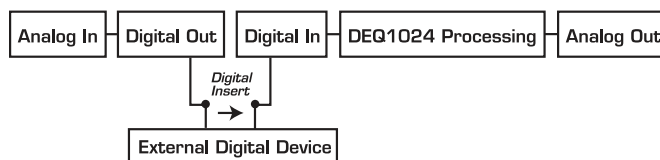

Fig. 2.5: Signalstrøm i PRE EQ-modus
- 11 Ved at holde **CONFIG**-knappen nede vælges apparatets standard modus: **ANALOG** (grøn LED), **DIGITAL** (gul LED), **PRE EQ** (gul LED) eller **POST EQ** (gul LED). I PRE EQ og POST EQ-mode kan de bageste digitale tilslutninger anvendes som digital indsløfningspunkt (insert), f.eks. til en ekstra dynamikprocessor. I PRE EQ-mode ligger insert-punktet foran EQ, i POST EQ-mode derimod bagved (se fig. 2.5 og 2.6).